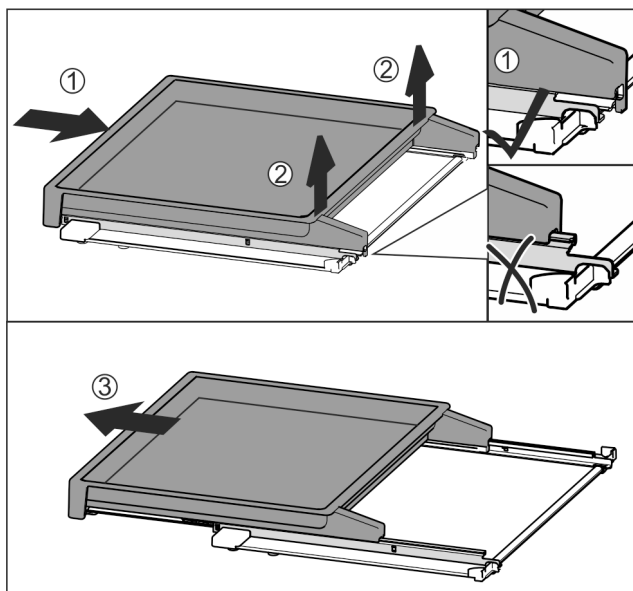

Fig. 32
- ▶ Вставить вытяжную панель полностью Fig. 32 (1).
- ▶ Отпустить фиксацию на задней стороне Fig. 32 (2).
- ▶ Извлеките вытяжную панель движением вперед Fig. 32 (3).